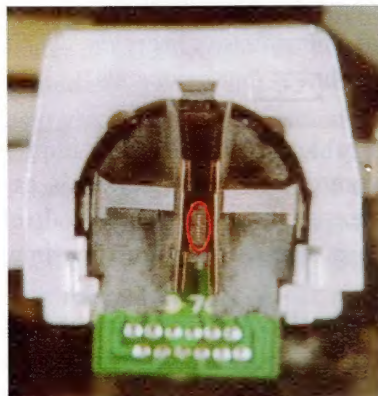

Figura 4
- La cabeza de impresión tiene quemada alguna de las bobinas, figura 4, provocando que la aguja o pin respectivo no funcione, lo que se puede verificar intercambiando la cabeza de impresión con otra im-